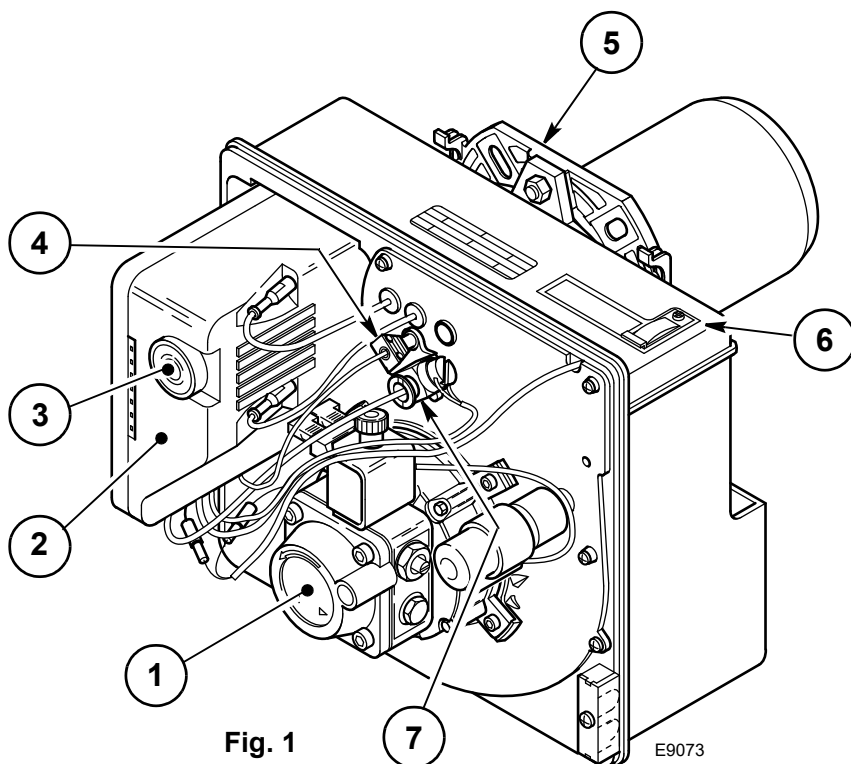

Fig. 1
B Wird durch die Kontrollampe am Steuer- und Überwachungsgerät signalisiert (3, Abb. 1, S. 1).
- Die Reinigung des Flammenfühleres ausführen, (4, Abb. 1, Seite 1).
Nachfolgend finden Sie einige denkbare Ursachen und Abhilfemöglichkeiten für Störungen, die den Betrieb des Brenners beeinflussen oder einen nicht ordnungsgemäßen Betrieb des Brenners verursachen könnten. In den meisten Fällen führt eine Störung zum Aufleuchten der Kontrolleuchte in der Entstörtaste des Steuergeräts (3, Abb. 1, S. 1).